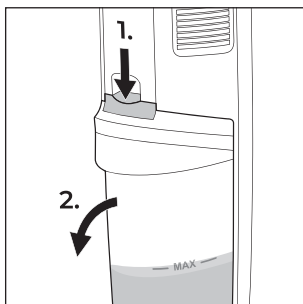

Fig. 20
1. Poussez le bouton situé au-dessus du réservoir d'eau sale **2** vers le bas (voir fig. 20). Tenez la poignée du réservoir d'eau sale **2** pendant que vous appuyez sur le bouton.
2. Sortez le réservoir d'eau sale **2** par l'avant de l'appareil (voir fig. 20).